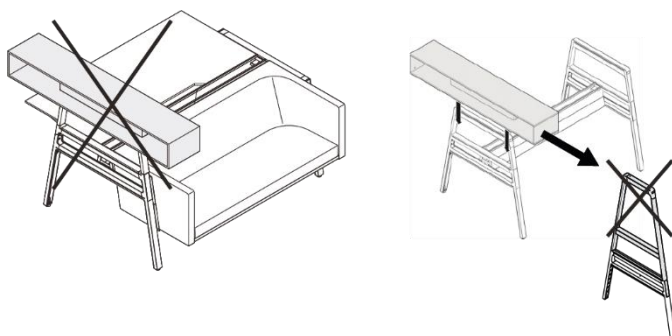

Figure 22 Étagère, montage inadmissible
- dans la zone supérieure d'une arche haute (voir Figure 22, à gauche).
- à côté d'un canapé (voir Figure 22, centre).